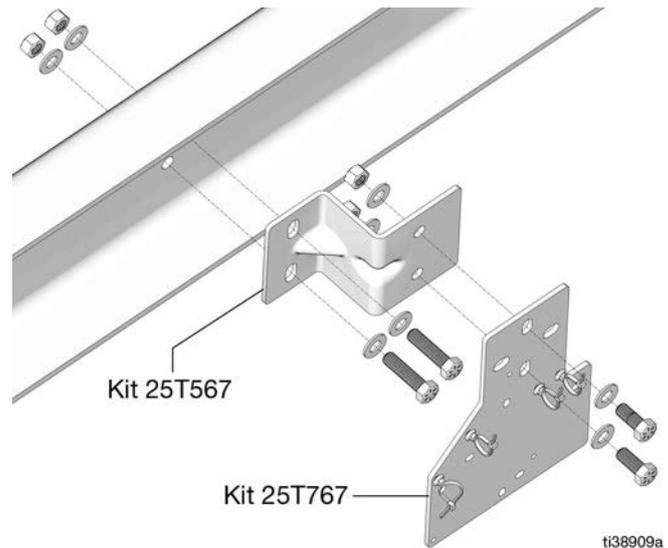

FIG. 8 : Installation du montage dans le châssis intérieur du camion (kits 25T567 et 25T767)
- Utiliser des supports de montage pour fixer la pompe directement à l'extérieur ou à l'intérieur du châssis inférieur du camion. Serrer les fixations à 165 pi-lb (223,7 N•m), comme indiqué sur la FIG. 8 et la FIG. 11.